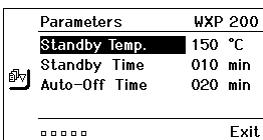

Fig. 12
2. Seleccionar a opção de menu através do botão de rodar e clicar (**5**). A selecção apresenta um fundo preto (por ex., "Temp. de standby", ver fig. 12).